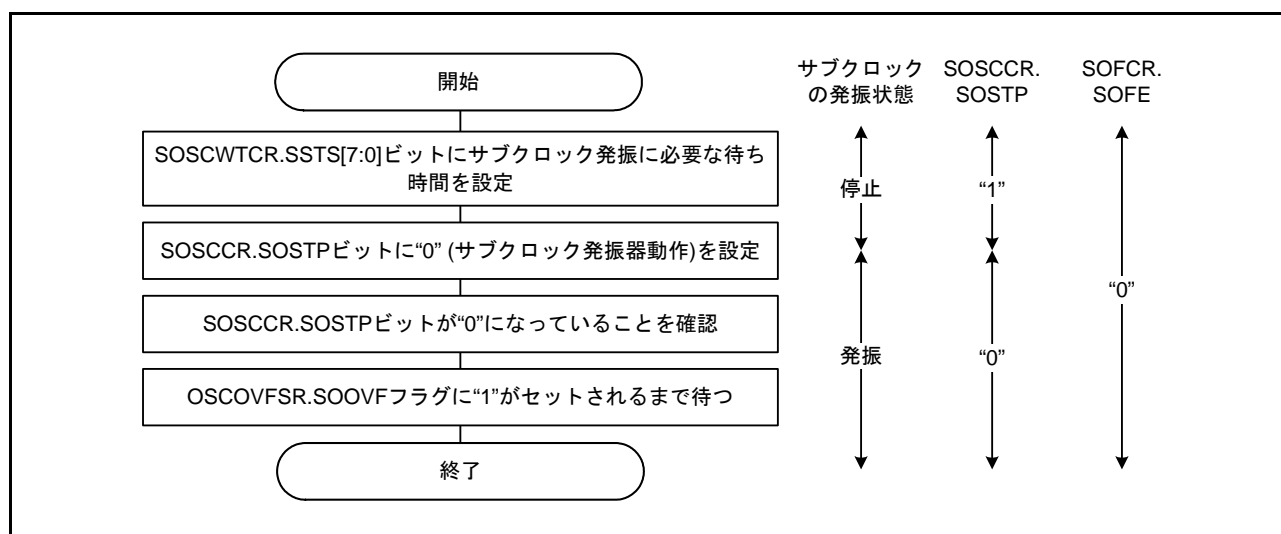

図 9.14 サブクロックをシステムクロックのみに使用する場合の初期化フローチャート例
- サブクロックをシステムクロックのみに使用する場合(注2)は、図9.14のフローチャートの例に従って初期設定してください。